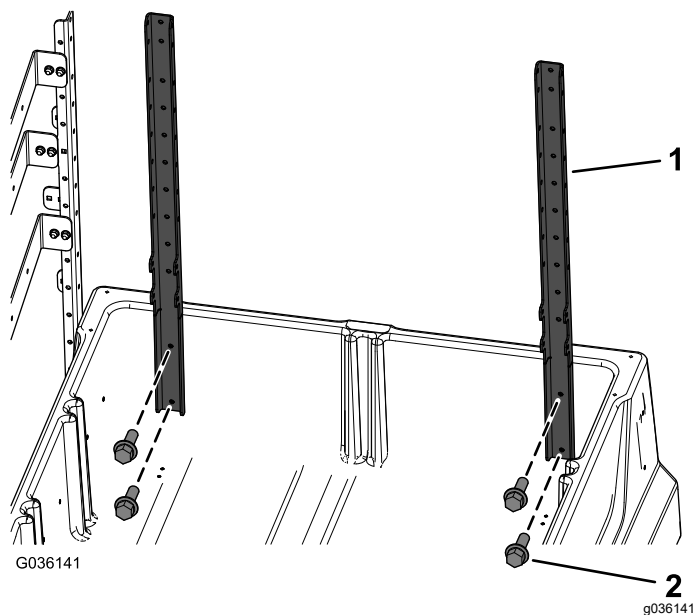

Figura 4
3. Montate, senza serrarle, le 2 staffe del telaio dei montanti anteriori sul lato interno del pianale con 4 viti a testa esagonale ($\frac{1}{4}$ " x $\frac{3}{4}$ ") come illustrato nella Figura 4.